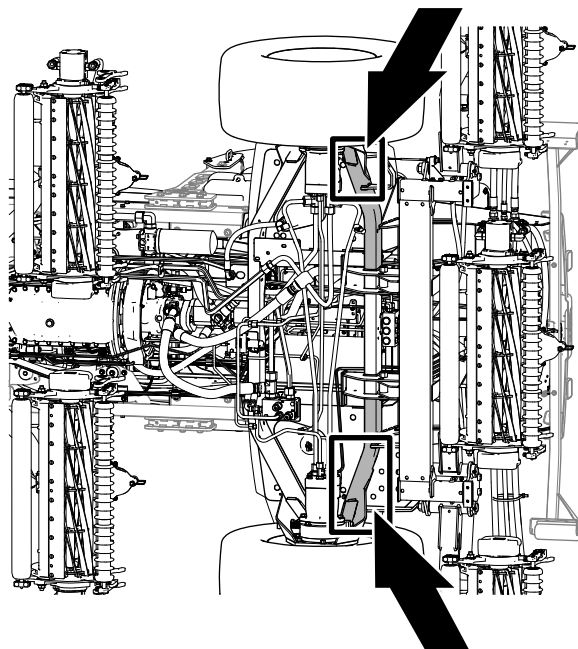

Рисунок 110
- Передняя часть машины — на раме машины, перед гидромоторами колес (Рисунок 110).